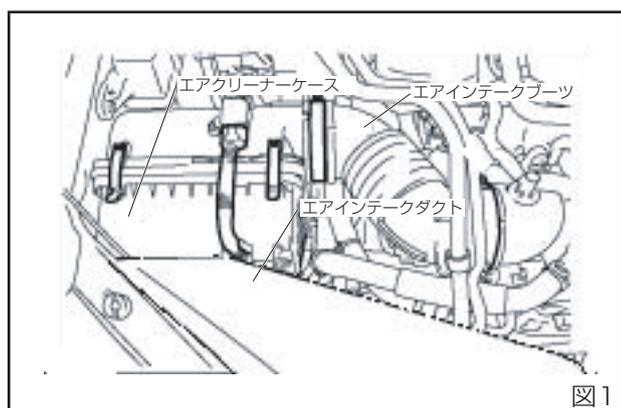

図1
- 1, 整備解説書を参考にエアインテークダクト、エアクリーナーケース、エアインテークブーツを取外し、エアクリーナーケースフロント側下部についているクッション、スペーサーを取外します。(図1) (図1-1)